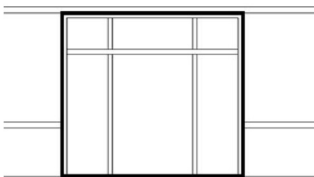

图 4.29 修剪多余的线
(6) 用【修剪】命令把多余的线修剪掉，结果如图 4.29 所示。